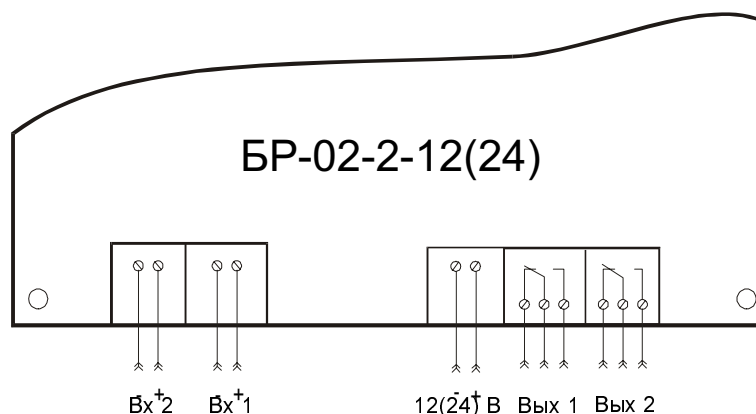

Рис. 5 Плата БР-02-2-12(24)
5.2. Для управления исполнительными устройствами с токами или напряжением сигнала управления, превышающим допустимые значения ИУ СК-01 или на большом удалении от СК-01 необходимо применять блок релейный БР-02-2-12(24). Подключение выходов ИУ СК-01 осуществляется к входам БР (см. Рис. 5).